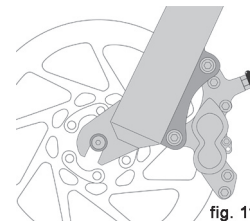
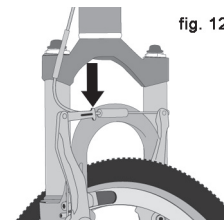

fig. 11
fig. 12
(1) Si votre vélo est équipé de freins sur jante, désengagez le mécanisme de déblocage rapide du frein pour augmenter l'espace entre le pneu et les patins de frein (voir Section 4.C fig. 11 à 15).
(2) Si votre vélo est équipé de freins sur jante : désengagez le mécanisme de déblocage rapide du frein pour augmenter l'espace entre la jante de la roue et les patins de frein (voir Section 4.C fig. 11 à 15).
(3) Avec un système de vitesses avec dérailleur, tirez le corps du dérailleur en arrière avec la main droite.
3. Certains types de freins de vélo, comme les freins à disque (fig. 11) et les freins à tirage linéaire (fig. 12), sont extrêmement puissants. Veillez à bien vous familiariser avec ces freins et soyez tout particulièrement attentif quand vous les utilisez.
La plupart des freins avec patins sur jante sont équipés d'un système de déblocage rapide pour permettre aux patins de frein de faciliter le passage du pneu quand vous déposez ou réinstallez une roue. Quand le système de déblocage rapide est en position ouverte, les freins ne peuvent être actionnés. Vérifiez auprès du revendeur que vous comprenez bien comment le système de déblocage rapide des freins fonctionne sur votre vélo (voir fig. 12, 13, 14 et 15) et vérifiez-les avant chaque sortie pour vous assurer que les deux freins fonctionnent correctement.